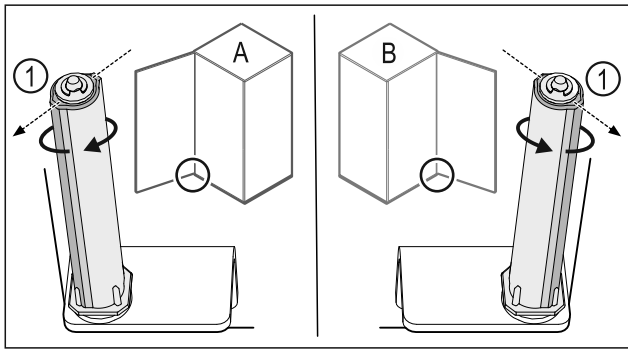

Fig. 43 Links scharnierend (A) / rechts scharnierend (B)
- ▶ Sluitsysteem tegen de weerstand in draaien tot het schot van het sluitsysteem Fig. 43 (1) naar buiten wijst.